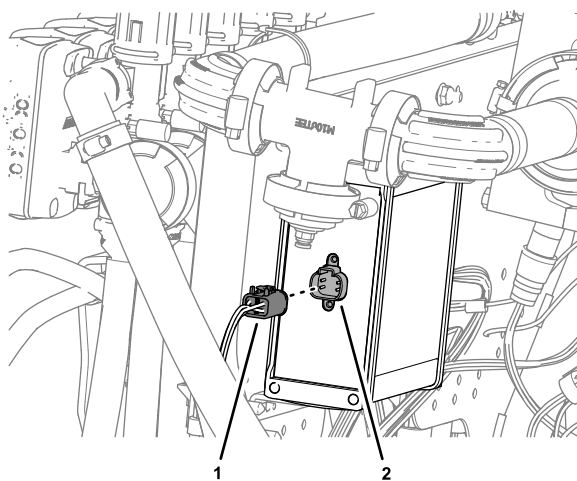

Figure 135
4. Branchez le connecteur à 4 douilles étiqueté TO ASC 10 au connecteur à 4 broches du contrôleur ASC 10 (Figure 135).